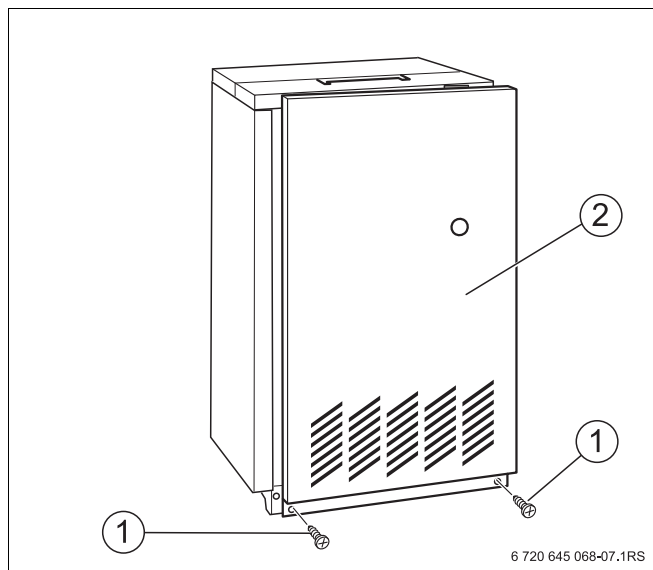

Рис. 8 Демонтаж передней стенки котла
- Вывернуть фиксирующие винты (Рис. 8, поз. 1) передней стенки (Рис. 8, поз. 2).
- Снять переднюю стенку котла (Рис. 8, поз. 2). Для этого ее нужно немного приподнять и снять, подав на себя.